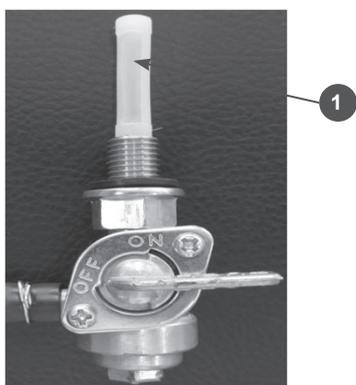

Рис.10
Фильтр топливный (1) Рис.10 съемный, капроновый. Устанавливается в топливном кране. Рекомендуется не реже одного раза в течение 300 отработанных часов производить очистку топливного фильтра. Поврежденный фильтр необходимо заменить. Одновременно с очисткой топливного фильтра необходимо промыть и очистить топливный бак от грязи и конденсата.